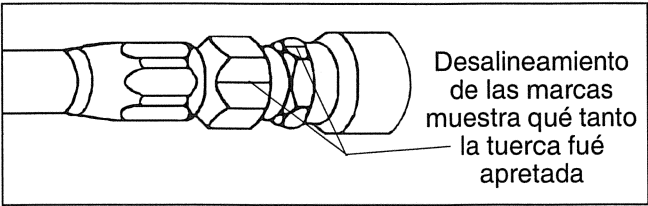

Figura 5.39 —
- Las marcas hechas en el Paso 3 (ver Figura 5.39) se usan para contar el número correcto de caras hexagonales que debe girar la tuerca. Las marcas también sirven como indicador visual de que el accesorio ha sido apretado correctamente.